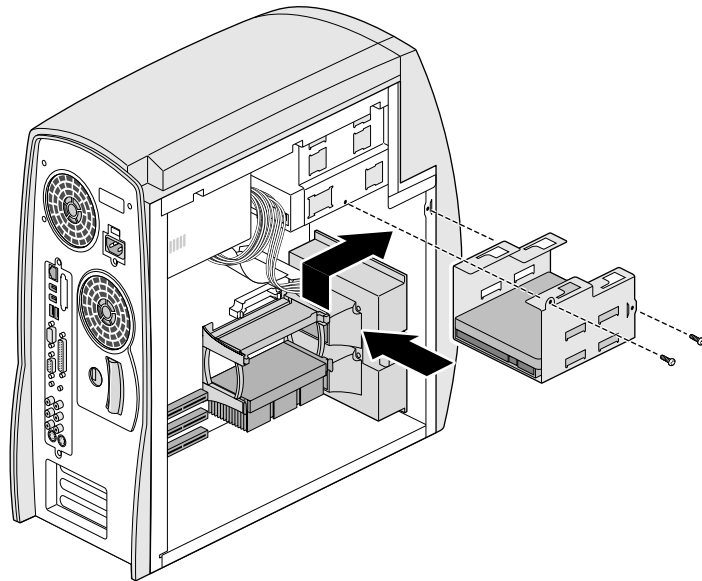

Figura 4-18 Installazione del supporto per dischi rigidi interni
8. Introdurre il supporto nello slot dell'unità, come illustrato nella Figura 4-18.